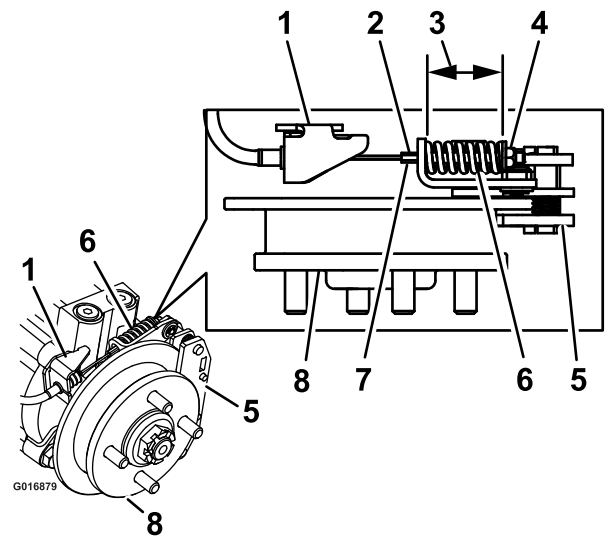

Figure 72
9. Maintenez l'extrémité de la tige filetée avec un outil et ajustez le contre-écrou jusqu'à ce que la longueur du ressort de situe entre 3.8 et 4.0 cm (9- 1/2 et 1-1/16") (Figure 72). Le câble ne doit pas tourner quand les écrous sont desserrés.